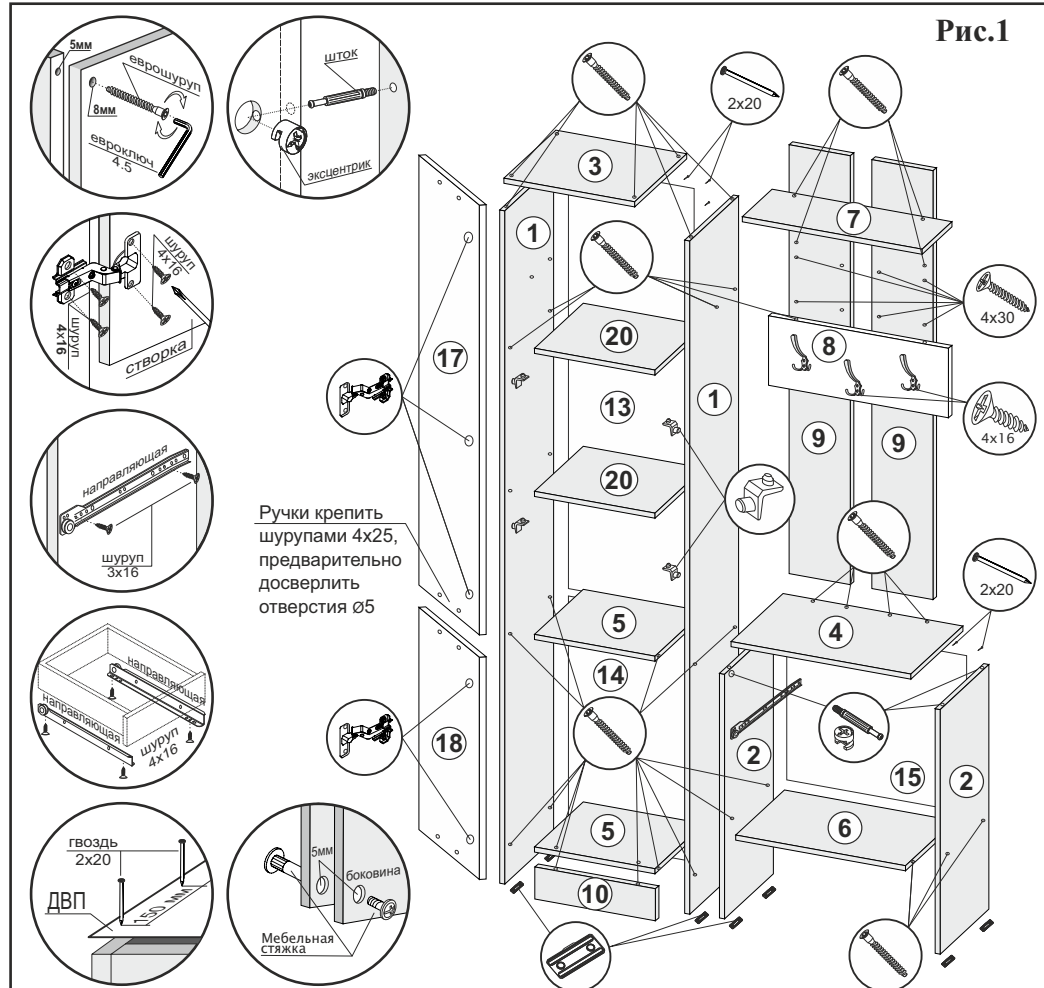

Рис.1
3. Собрать короб пенала. Соединить боковины (1), крышу (3), стяжки (5) и цоколь (10) еврошурупами. Перевернуть изделие лицевой частью вниз и замерить диагонали секции (они должны быть равны: +/- 2мм). Прибить гвоздями 2x20 ДВП (13,14) к задней стенке пенала.
4. Собрать короб тумбы. К боковинам (2) прибить гвоздями 2x20 подпятники и монтировать направляющие шурупами 3x16 по наметкам (рис.1). Соединить боковины (2) и стяжку (6) еврошурупами. К собранному изделию монтировать крышу (4) с помощью эксцентриков.
5. Собрать вешалку. Соединить планку (8) с задней стенкой (9) шурупами 4x30. Развернуть стяжку (7) сверловкой к боковине пенала и монтировать к задней стенке (9) еврошурупами.
6. Соединить заднюю стенку вешалки (9) с крышей тумбы (4) с помощью еврошурупов (рис.1).
7. Досверлить отверстия ø8 в боковине (1) и монтировать к пеналу стяжку (7) еврошурупами.
8. Стянуть пенал с тумбой межсекционными стяжками, предварительно просверлив отверстия ø5 в боковинах (1,2) (желательно под крышкой (4) и стяжкой (6)) (рис.1).
9. Перевернуть изделие лицевой частью вниз и прибить гвоздями 2x20 ДВП (15) к задней стенке тумбы (рис.1).
11. Вставить полки (20), используя полкодержатели с фиксатором (рис.1).
12. Прикрутить ручки (96 мм) шурупами 4x25 к створке (19) и к створкам (17,18), предварительно досверлив отверстия ø5 в зависимости от расположения створок (L/R) (рис.1, рис.1.1).
14. Прикрутить крючки к планке (8) шурупами 4x16 (рис.1).
15. **После сборки всего изделия необходимо его крепить к стене с помощью дюбель-винта** (желательно над стяжкой (7)).